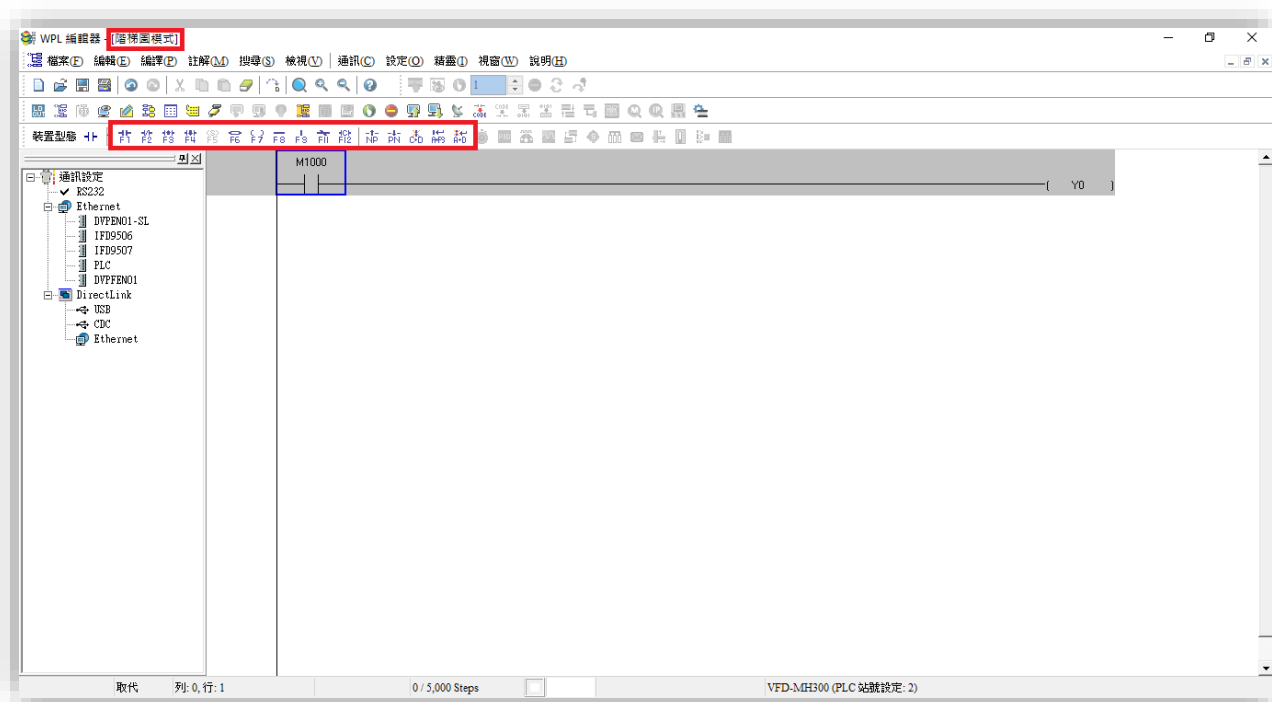

图 16-16
**注记:** 在阶梯图模式中可利用阶梯图工具栏中的按钮（如下图 16-16 所示）进行编辑程序。